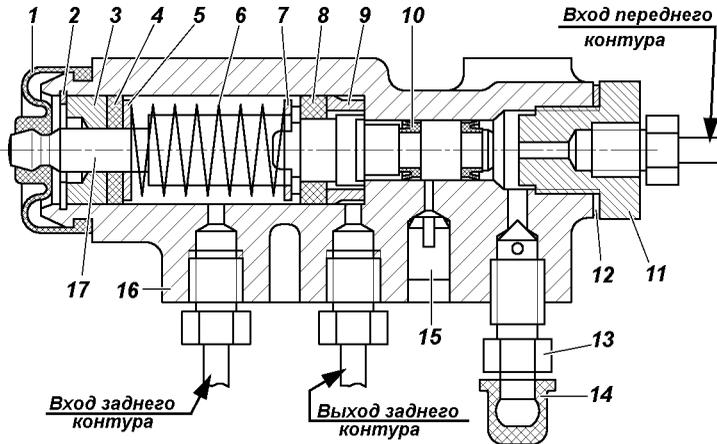

Рис. 9.57. Регулятор давления:
**Регулятор давления** (рис. 9.57). При обслуживании проверяйте работоспособность регулятора давления. Очищайте регулятор от грязи и проверяйте надежность его крепления. Внешним осмотром убедитесь, что регулятор и детали его привода не имеют повреждений, отсутствуют подтекания тормозной жидкости и люфты в соединении стойки с упругим рычагом и кронштейном на заднем мосту.
Обращайте внимание при осмотрах гидропривода на расположение контрольной заглушки 15 (см. рис. 9.57) и
3. Завернуть болт 4 до соприкосновения его с хвостовиком поршня 17 (см. рис. 9.57) регулятора, довернуть болт на 2/3 оборота (4 грани головки болта) и затянуть контргайку.
и правильно выполненной регулировке привода должно быть некоторое опережение блокировки передних колес относительно задних. В случае опережающей блокировки задних колес дополнительно отвернуть болт 4 (см. рис. 9.57) на 1-2 грани головки болта и повторить проверку при движении автомобиля.